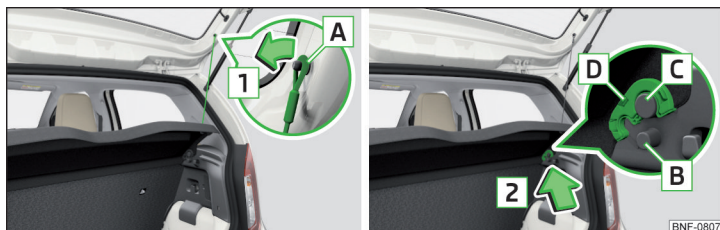

Fig. 81 Udtagning af bagagerumsafdækning
Hvis båndene **A** » Fig. 81 er hægtet på bagklappen, løftes bagagerumsafdækningen (efterfølgende kun kaldt afdækning) i forbindelse med åbning af bagklappen.
➤ Klap afdækningen op, og fastgør den i stifterne **B** i begge sider af bagklappen » Fig. 81.
➤ Klap den løftede afdækning ned. Afdækningen løsnes fra stifterne **B** » Fig. 81.
- Hægt båndene **A** af i pilens retning **1** i begge sider af bagklappen » Fig. 81.
- Placer holderne **D** på afdækningen over stifterne **C** » Fig. 81.